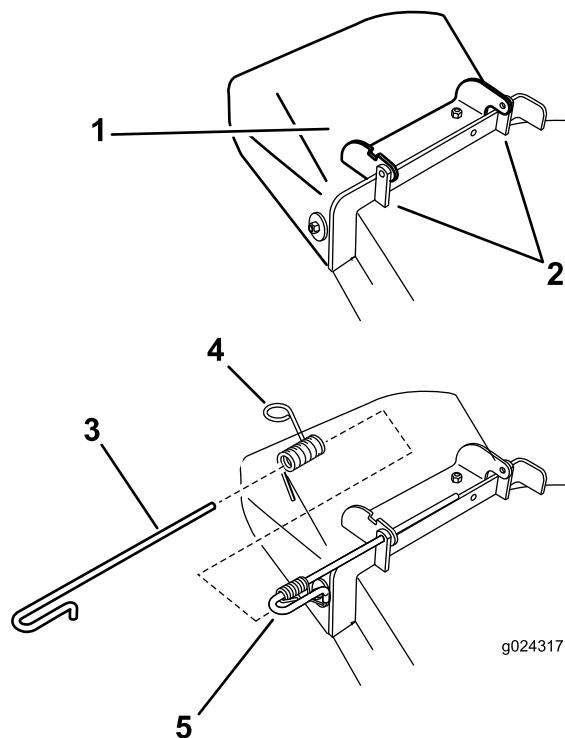

Figura 67
1. Desenganche el muelle de la muesca del soporte del deflector, y retire la varilla de los soportes soldados de carcasa, el muelle y el deflector de descarga (Figura 67).
3. Coloque el nuevo conjunto del deflector de descarga con los extremos de los soportes entre los soportes soldados de la carcasa, según se muestra en la Figura 67.